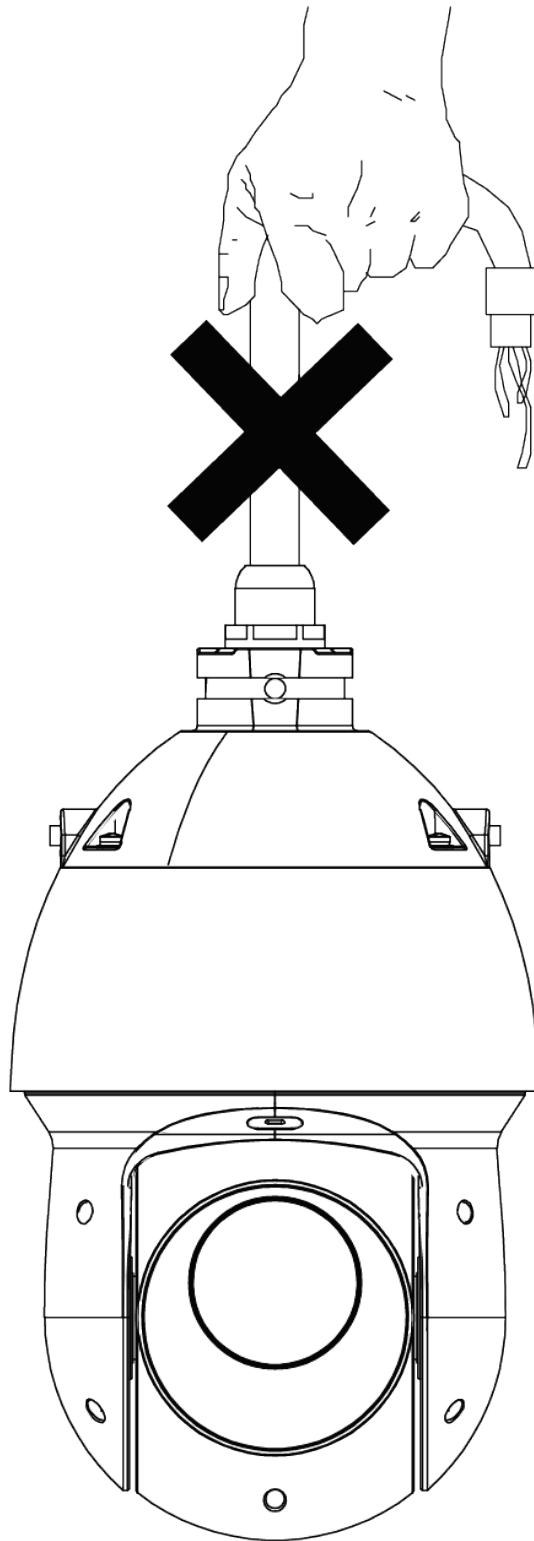

Рис. 2
**ВНИМАНИЕ!** При установке поворотной видеокамеры не допускается перетаскивание за кабель (рисунок 2), это может привести к поломке устройства.